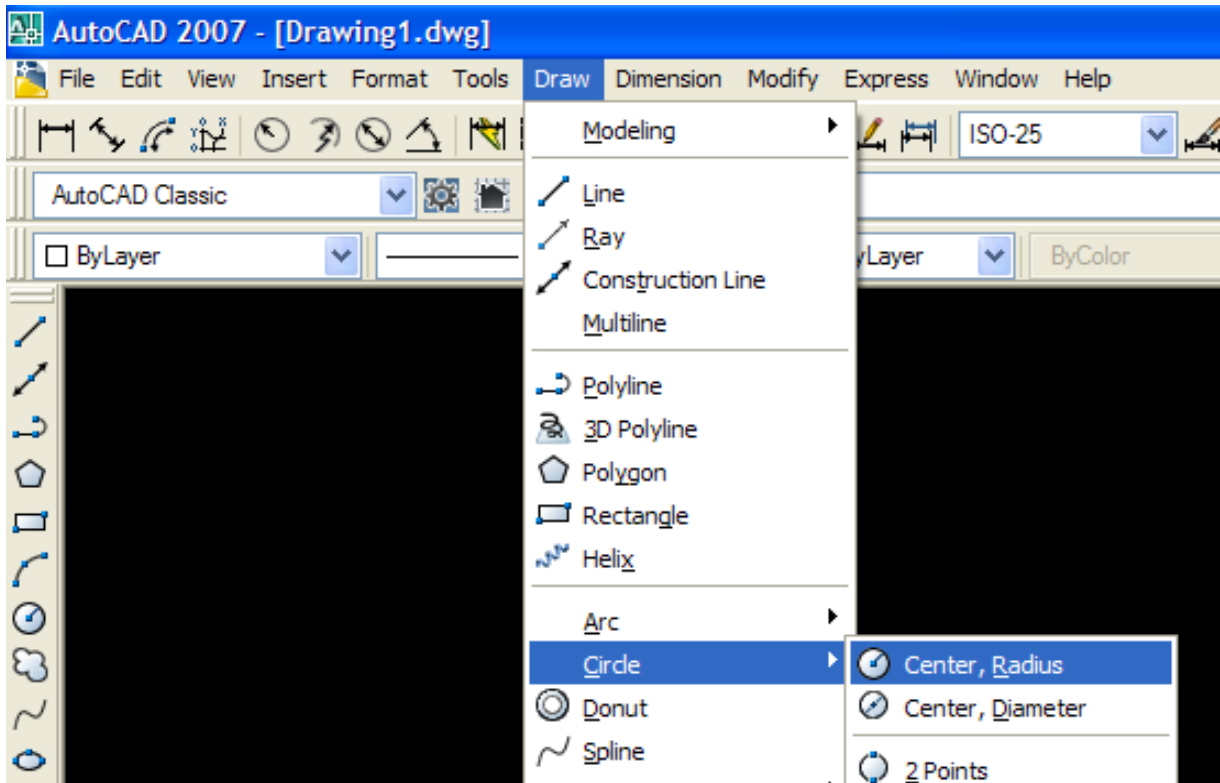

Figura 2.10. Comando Círculo (*circle*) desde el menú desplegable (AutoCAD 2007).
3. Desde las opciones del menú desplegable (ver la figura 2.10).